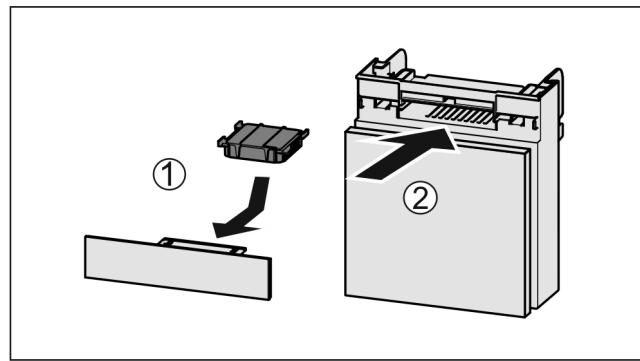

Fig. 47
- ▶ Actiefkoolfilter overeenkomstig afbeelding aanbrengen Fig. 47 (1).
- ▶ Lade erin schuiven Fig. 47 (2).